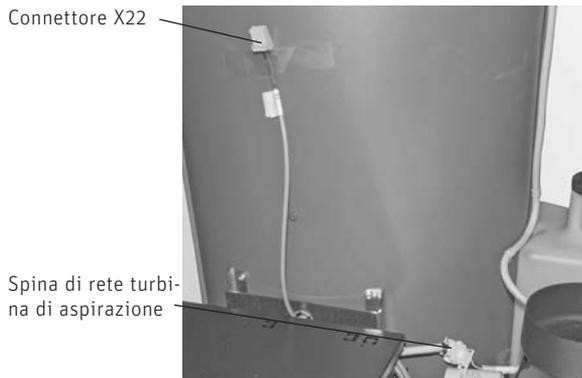

Fig. 45 Inserire la spina di rete della turbina di aspirazione
- inserire la spina di rete della turbina di aspirazione – Fig. 45.